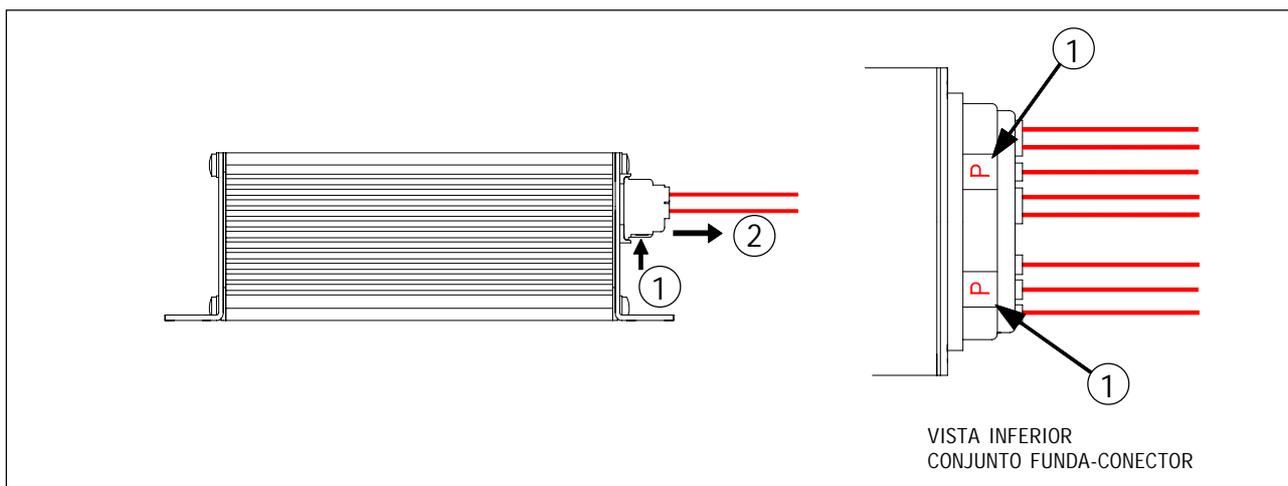

FIGURA 4
*NOTA: Para extraer el conjunto conectores-funda una vez conectado a la fuente, por la parte inferior de la funda se deberán presionar las dos marcas grabadas con la letra "P" (1 en Figura 4) y manteniendo apretadas estas dos marcas, estirar el conjunto para su extracción (2 en Figura 4).*